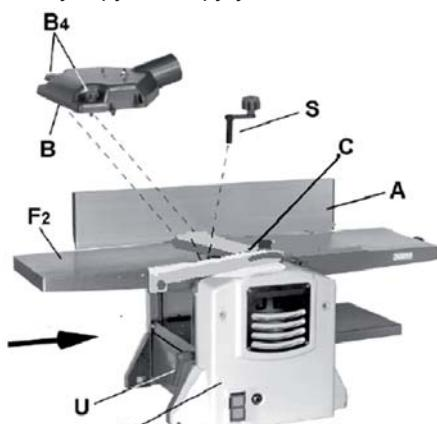

Рис. 15
- Якщо верстат налаштований в даний момент на операцію стругання-фугування, слід зняти лоток для видлення пилу та відходів (В, Рис. 15).